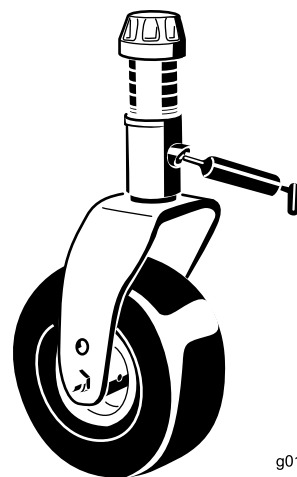

Figura 67
- 2 boccole dell'albero della forcella della ruota orientabile (Figura 67)